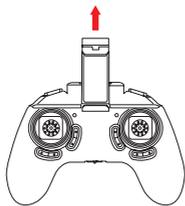

Figure 2: Ajustements
2. Ajuster la partie supérieure du support afin d'y insérer votre smartphone (Figure 2).